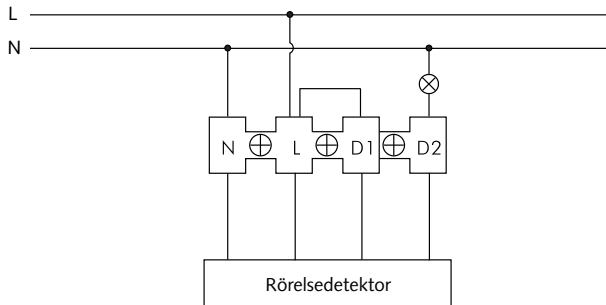

Bild 5
Normal drift för ljusstyrning (se bild 5)
3. Mata in elkablarna genom gummipackningen (se bild 8) och följ illustrationen på bild 5 - 7 för korrekt anslutning, sätt sedan fast bottenkåpan på väggen eller taket med två skruvar (se bild 10).